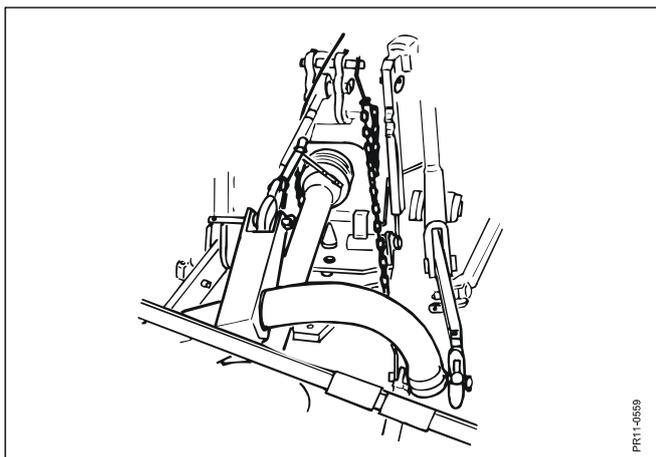

Fig. 2-6
- Fig. 2-6:** Può essere fornita una catena di sostegno per stabilizzare la profondità di arresto, - consultare l'elenco delle parti di ricambio per il n° JF.